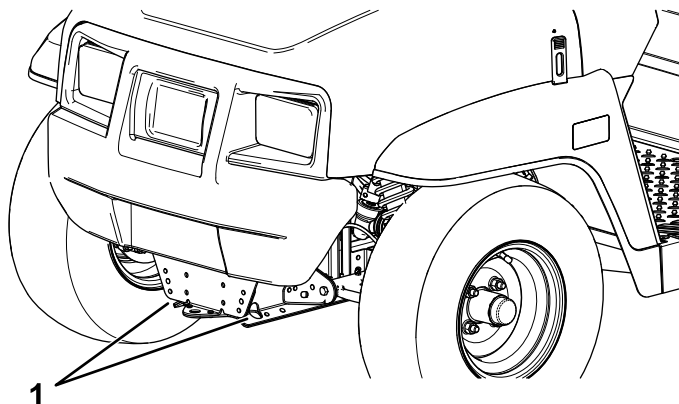
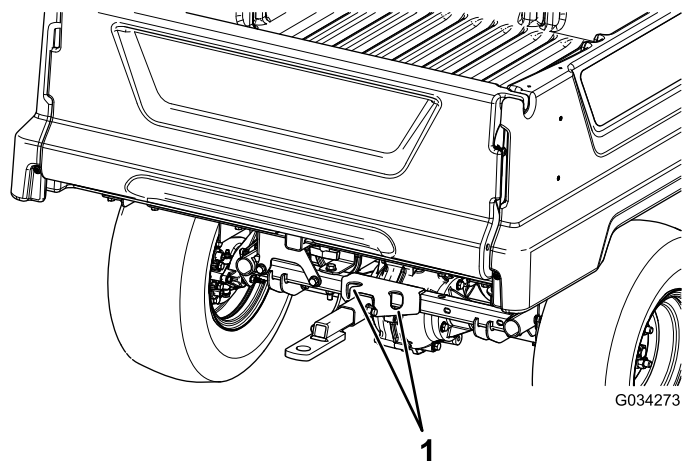

图 21
图 22
请参阅图 21 和图 22 查看机器栓系点的位置。
2. 将拖绳系在机器机架前面的牵引杆上 图 21。